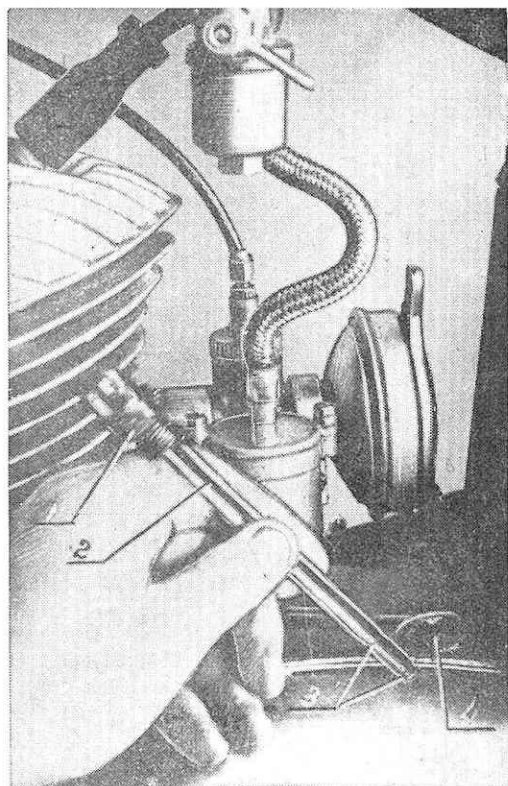

Рис. 17.
Заливка масла в коробку перемены передач и в переднюю передачу производится через отверстие (4) рис. 17 картера, закрываемое пробкой (1) с метками (3). Уровень масла, залитого в картер, должен находиться между метками.